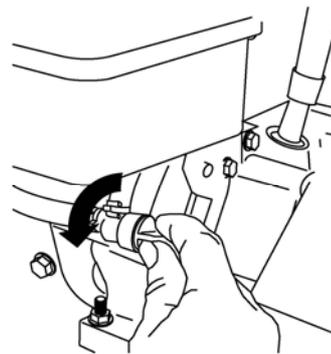

Рисунок 26.
3. Для того чтобы открыть клапан подачи топлива, поверните его против часовой стрелки (рис. 26).